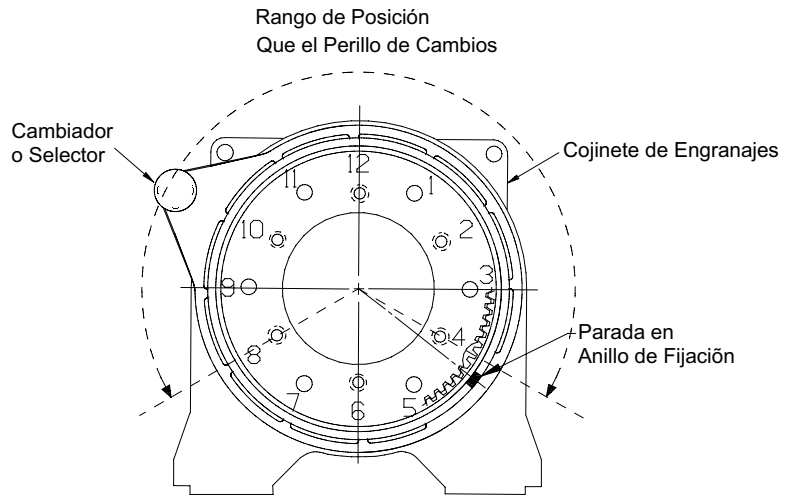

Figura 10
5. Determine la posición que el cambiador deberá tener para su aplicación. **Nota:** La palanca del cambiador no se puede colocar muy abajo o de lo contrario interferirá con la pata del Cojinete de Engranajes (véase Rango de Posición en la Figura 10).